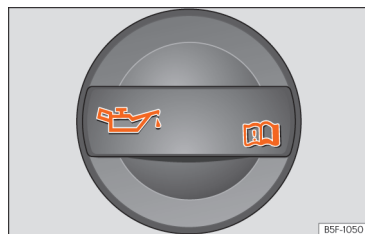

Fig. 179 Tampa do bocal de enchimento do óleo do motor no compartimento do motor.
- Localize o bocal de enchimento do óleo do motor. Reconhece-se pelo símbolo  que existe sobre a tampa »» Fig. 179.
- Desenrosque a tampa do bocal de enchimento do óleo do motor »» Fig. 179.